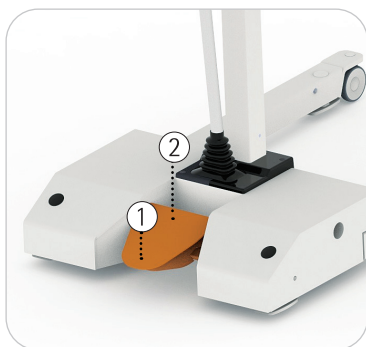

Fig. 4.17
veja Fig. 4.17 Ativar a fixação ao piso, colocando o pé inteiro sobre o pedal e premir a metade dianteira do pé ① para baixo. Isso garante um alto nível de estabilidade durante o treinamento.